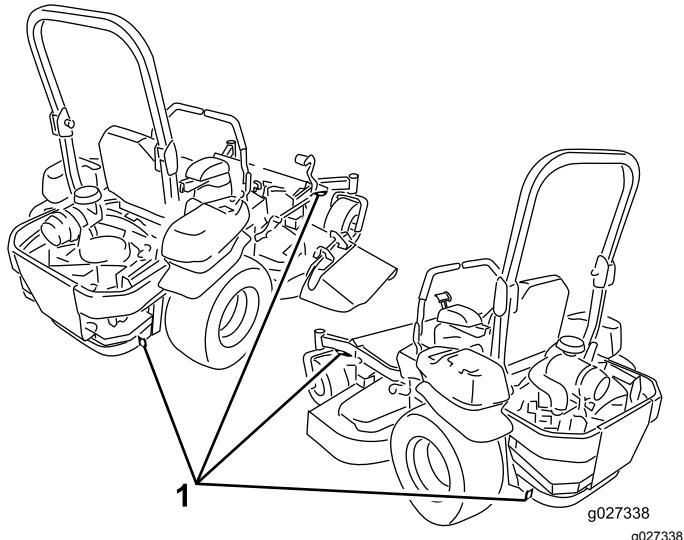

Figura 38
6. Amarre la máquina junto a las ruedas giratorias delanteras y el guardabarros trasero con correas, cadenas, cables o cuerdas (Figura 38). Consulte la normativa local respecto a los requisitos de amarre.